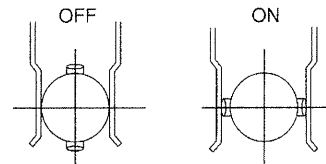

図5.2.3
- ・⑩インタミットtentギアの段数は通常は3段ですが、バルブのストロークが大きい場合には4段に組み込まれます。
- ・ロータの接点は、図5.2.3のように水平でON、垂直でOFFとなります。